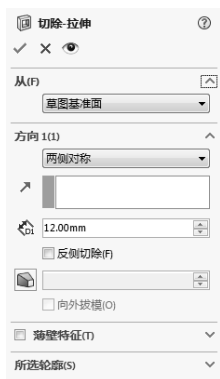
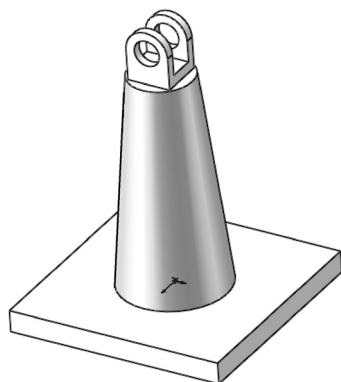

图 5-135 “切除-拉伸”属性管理器
图 5-136 拉伸结果 2
9) 拉伸切除实体。选择菜单栏中的“插入”→“切除”→“拉伸”命令，或者单击“特征”控制面板中的 $\text{切除-拉伸}$ 按钮，系统弹出图 5-135 所示的“切除-拉伸”属性管理器。设置拉伸终止条件为“两侧对称”，输入拉伸距离为“12 mm”，然后单击✓（确定）按钮，结果如图 5-136 所示。